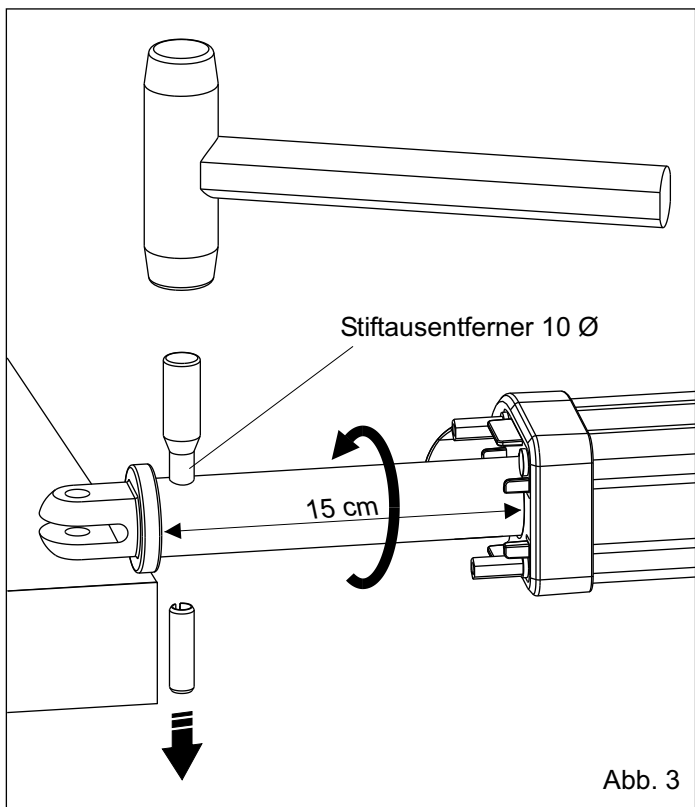

Abb. 3
3. Den Schaft im Uhrzeigersinn drehen, um 15 cm herausziehen und den Verriegelungsstift (10cm Ø) der Frontgabel herausziehen, dazu einen Stiftentferner und einen Hammer benutzen (Abb. 3).